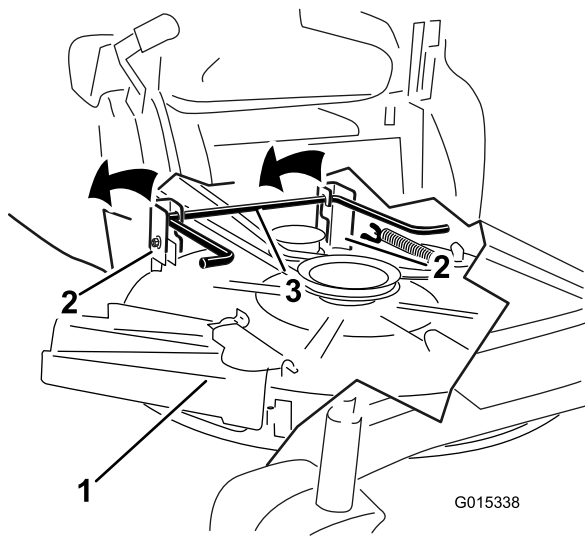

Figure 57
5. Soulevez et enlevez le plateau de coupe et les supports de la tige de levage arrière et abaissez le plateau au sol avec précaution (Figure 57).
- Soulevez l'arrière du plateau de coupe et guidez les supports sur la tige de levage arrière (Figure 57).